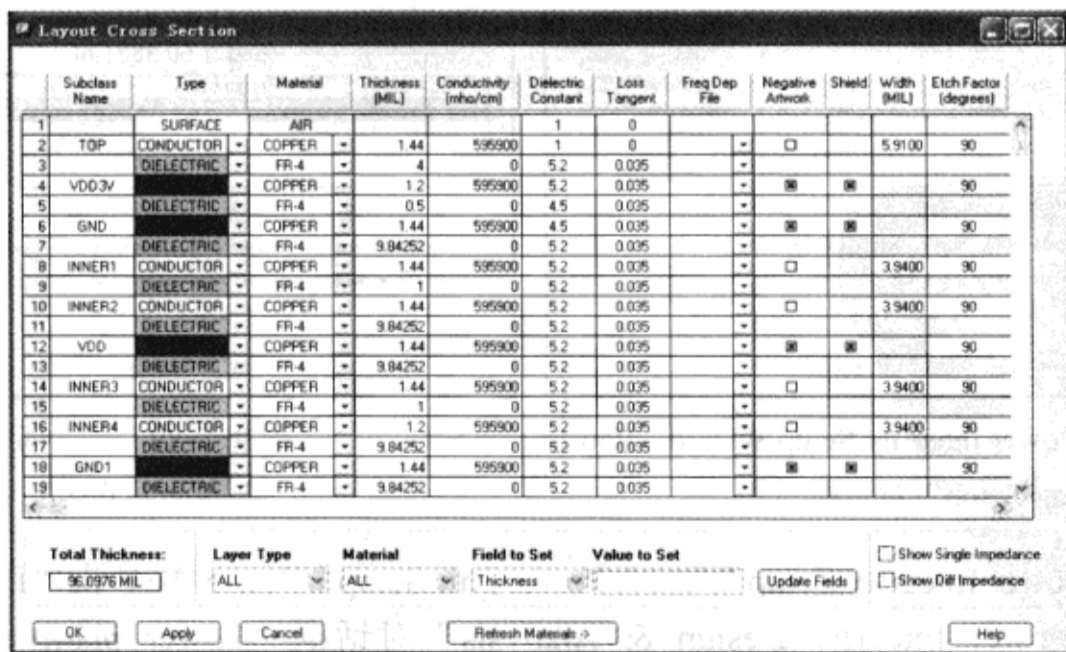

图 9-7-86 “Layout Cross Section”对话框
(3) 单击“Edit stackup”按钮，弹出“Layout Cross Section”对话框，如图 9-7-86 所示。